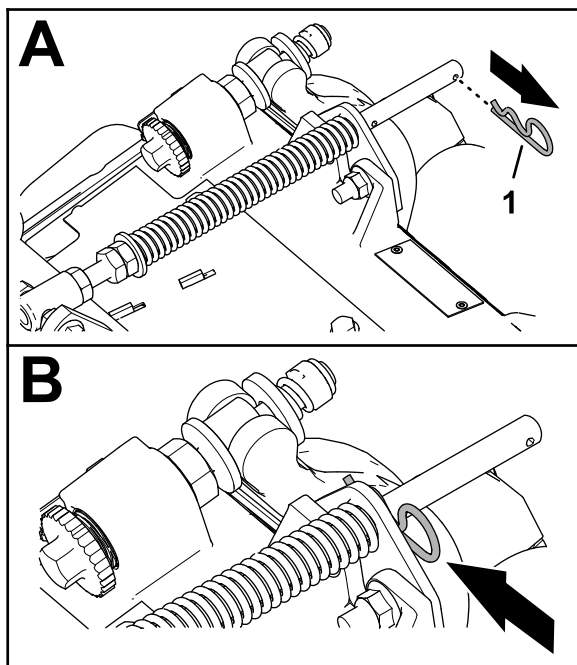

Figura 17
1. Dacă tiftul în formă de agrafă este montat în orificiul din spatele tijei arcului de compensare, îndepărtați tiftul i introduceți-l în orificiul din apropierea suportului (Figura 17).